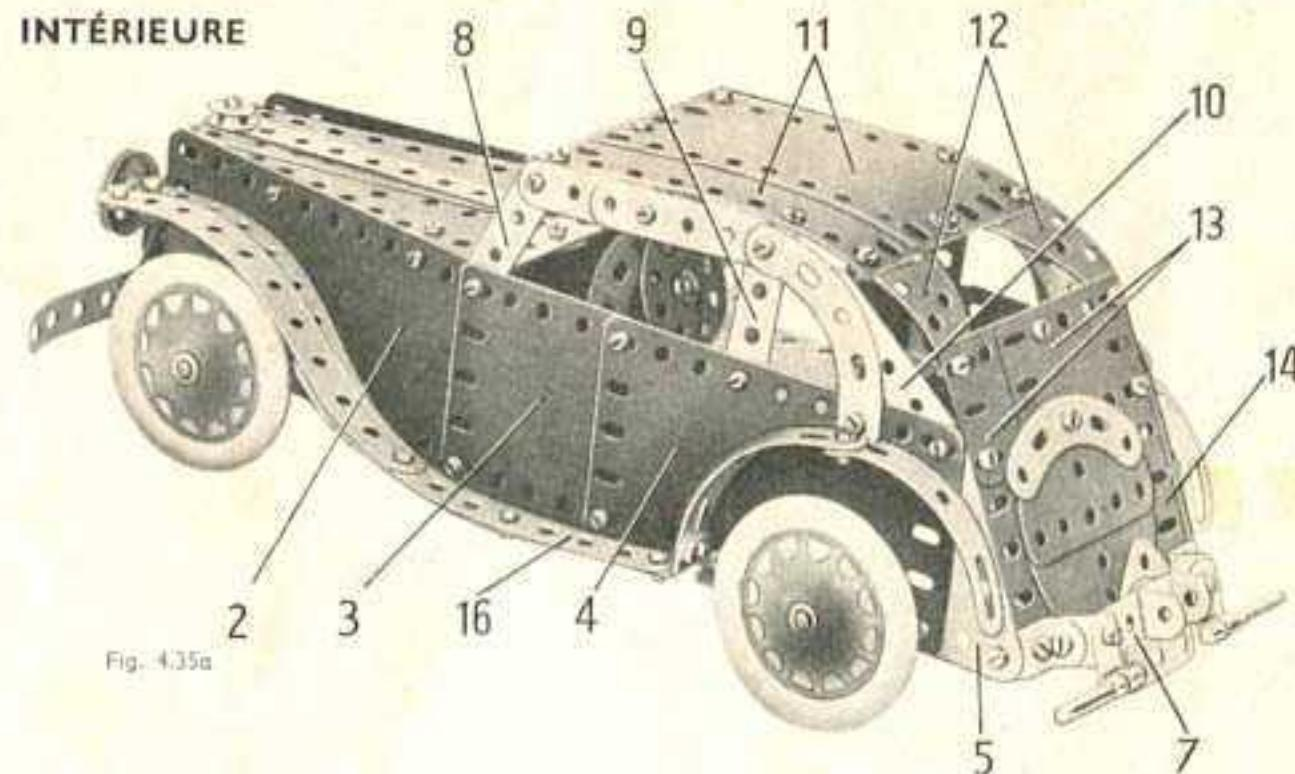
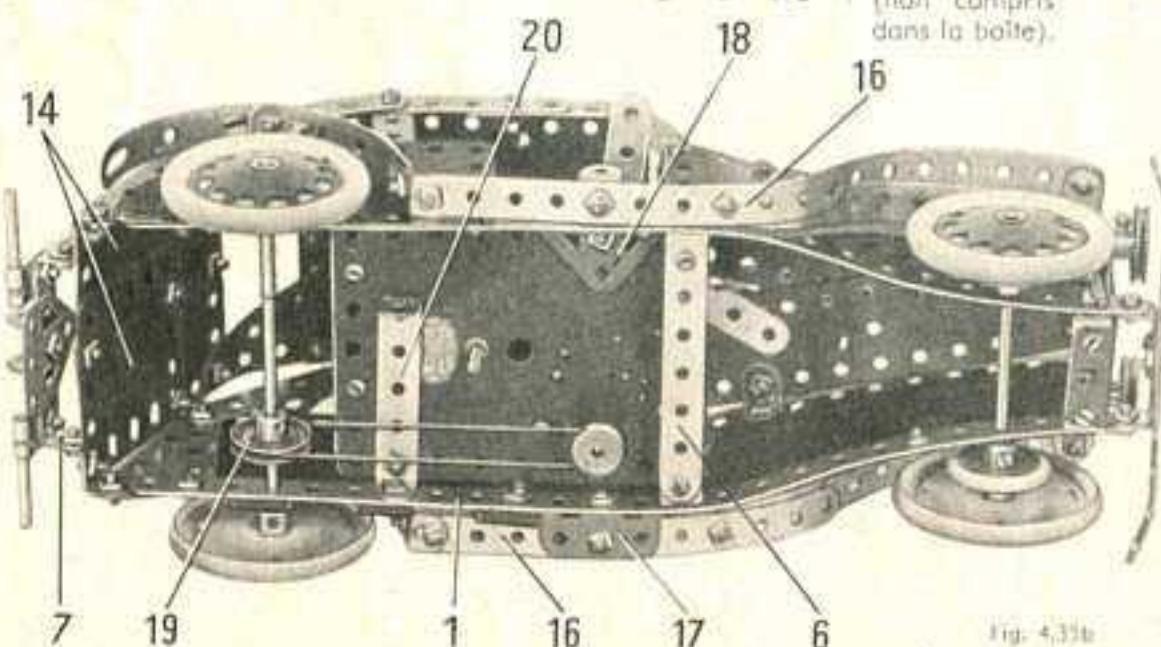

Fig. 4.35a
Fig. 4.35b
Le châssis de la voiture est formé de deux bandes de 25 trous (1) incurvées comme le montre la figure 4.35b. Un des côtés est constitué par une plaque flexible de 14 × 6 cm. (2), une plaque flexible de 6 × 6 cm. (3), une moitié de plaque à charnière (4) et une plaque flexible triangulaire de 6 × 4 cm. (5) (fig. 4.35a).
L'essieu avant est une tringle de 10 cm. qui est tenue dans la carrosserie comme le montre la figure 4.35b. L'essieu arrière est constitué par une tringle de 10 cm. et une de 2,5 cm. réunies par un raccord de tringle, et il porte une poulie de 25 mm. (19). Un moteur N° 1A est boulonné sur la bande (6) et sur une bande coudée 60 × 12 mm. (20) fixée au châssis. Une poulie de 12 mm. fixée sur l'arbre d' entraînement du moteur entraîne la poulie (19) grâce à une courroie de transmission. La poulie de 12 mm. à moyeu est fournie avec le moteur mécanique N° 1A.